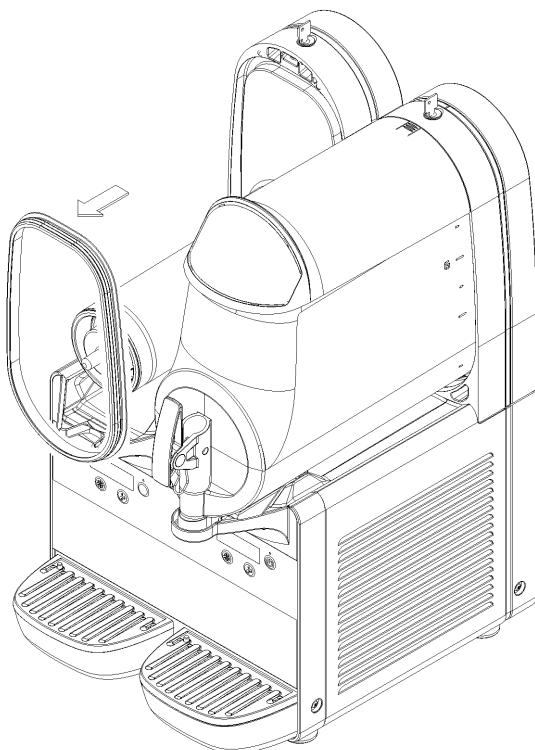

figura 6
- 4 Togliere la guarnizione dalla apposita sede (vedere figura 6).